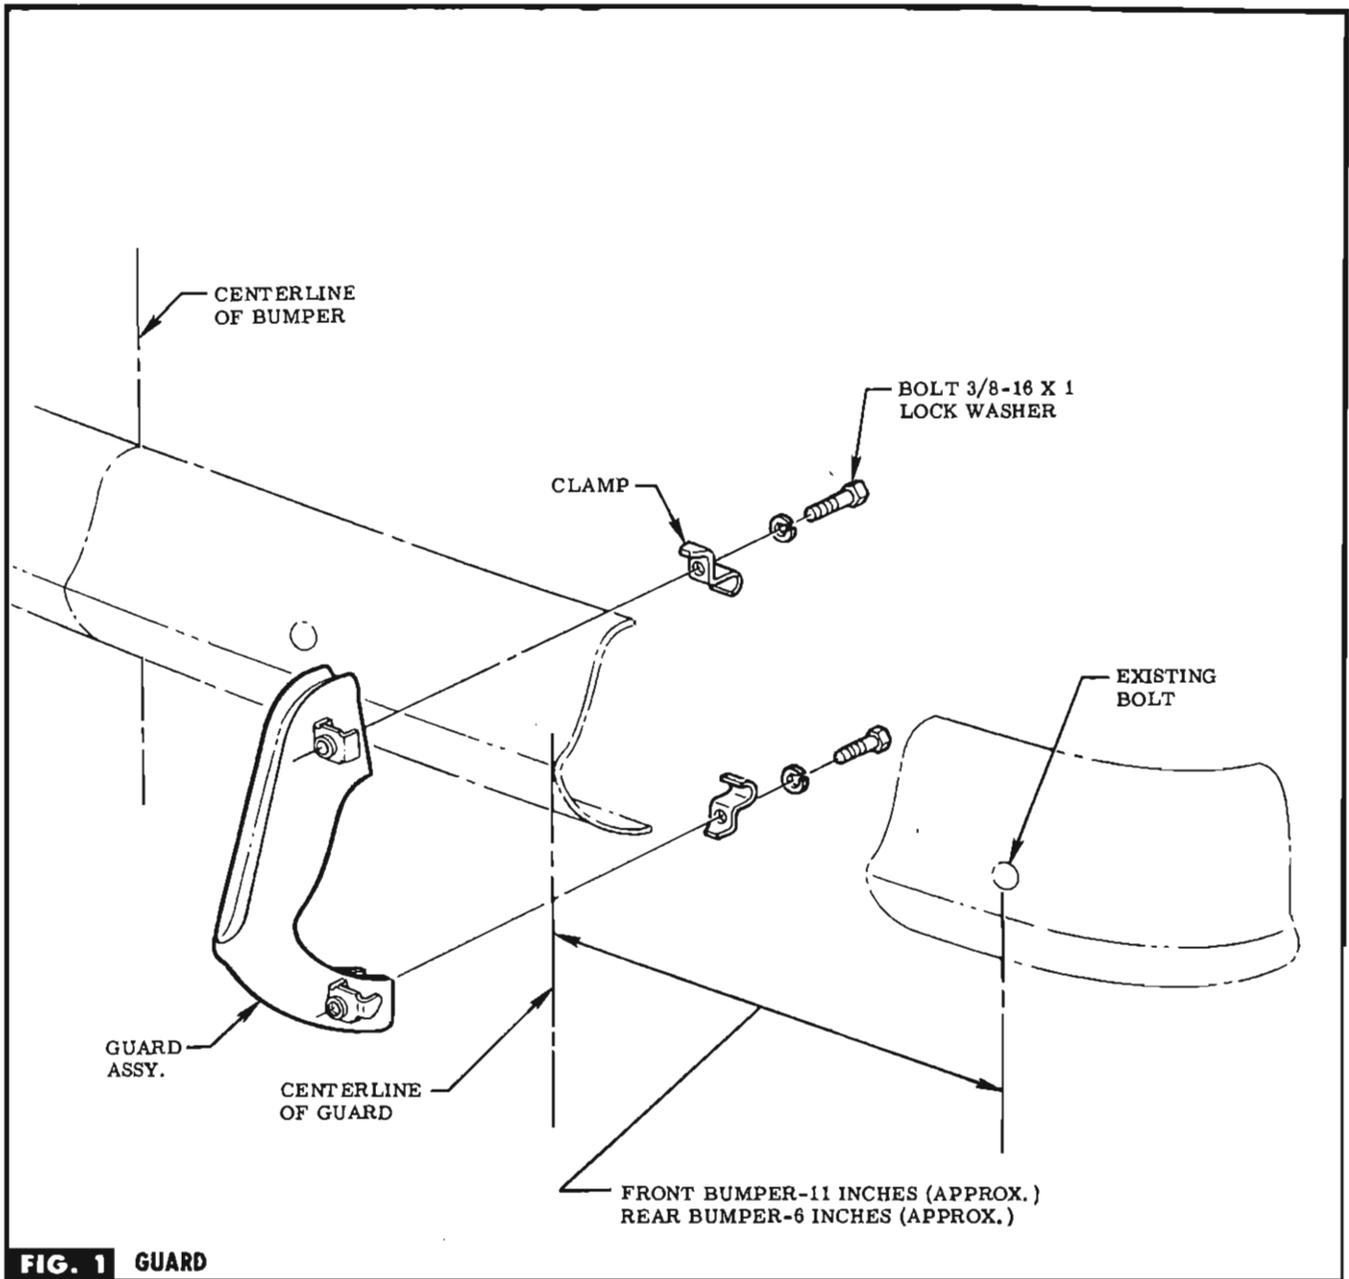

FIG. 1 GUARD
STEP 1 INSTALL GUARD ON FRONT OR REAR BUMPER AT LOCATION SHOWN WITH ATTACHING PARTS PROVIDED. UPPER & LOWER BOLTS SHOULD BE TIGHTENED PROGRESSIVELY TO INSURE PROPER FIT. SEE FIG. 1.